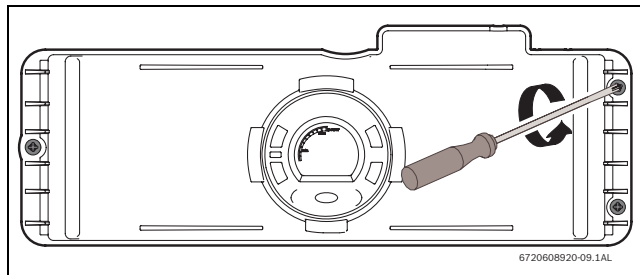
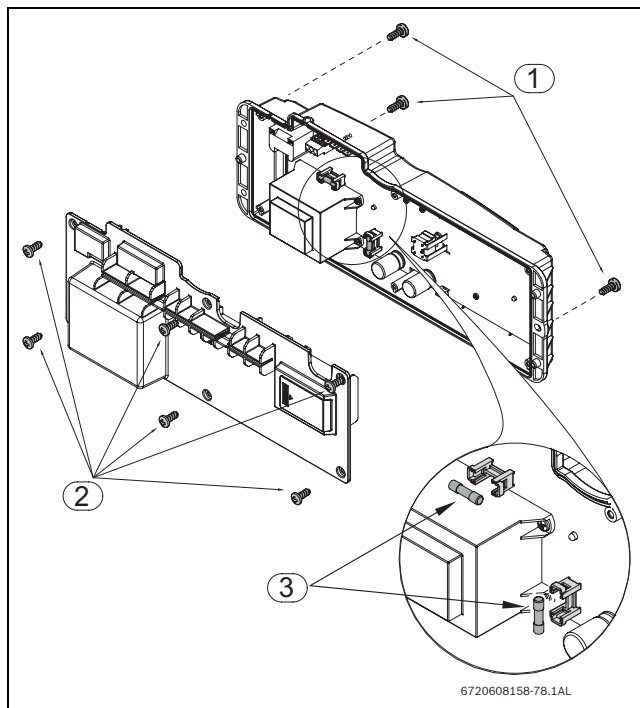

Fig. 47
Fig. 48 Ubicazione dei fusibili
- ▶ Svitare le tre viti nella parte frontale della centralina elettronica (Fig. 47 e Fig. 48, pos.1).
- ▶ Rimuovere la centralina elettronica per accedere alle sei viti, presso la parte posteriore e rimuoverle (Fig. 48, pos. 2).
- ▶ Dopo aver controllato i fusibili (Fig. 48, pos.3) rimontare tutte le parti, seguendo l'ordine inverso.